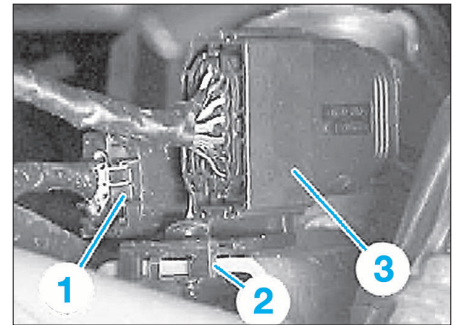

FIG. 11
- débrancher les connecteurs (1) et (3) (Fig.11)